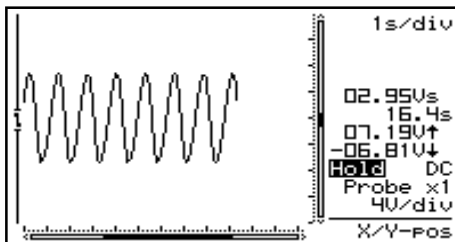

Fig 29
- At 1s/div timebase or slower, the readouts are forced to the instant information. ‘Vs’ (Fig. 29) .
- Bij 1s/div tijdsbasis of trager wordt enkel de ogenblikkelijke waarde weergegeven. ‘Vs’ (Fig 29)
- Avec une vitesse de balayage inférieure ou égale à 1s/div, l'affichage des mesures se réduit à la valeur de la tension échantillonnée en temps réel. ‘Vs’ (Fig 29)
- Ab einer Zeiteinheit von 1s/div oder weniger wird die aktuelle Zeiteinheit, die Spannungseinheit sowie die Maximal- und Minimalspannung angezeigt. Dieses kann nicht geändert werden. ‘Vs’ (Abb. 29)